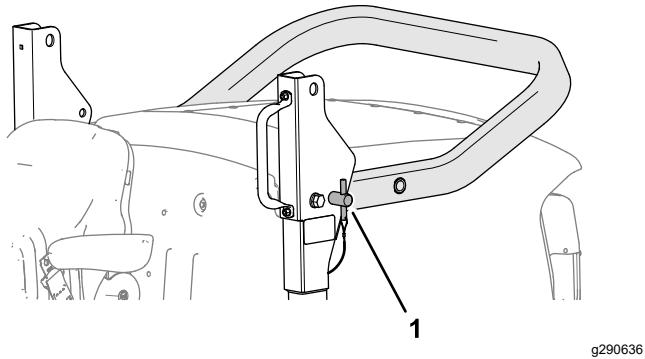

Figura 28
- Retire los pasadores de la barra antivuelco de los soportes de giro (Figura 28).